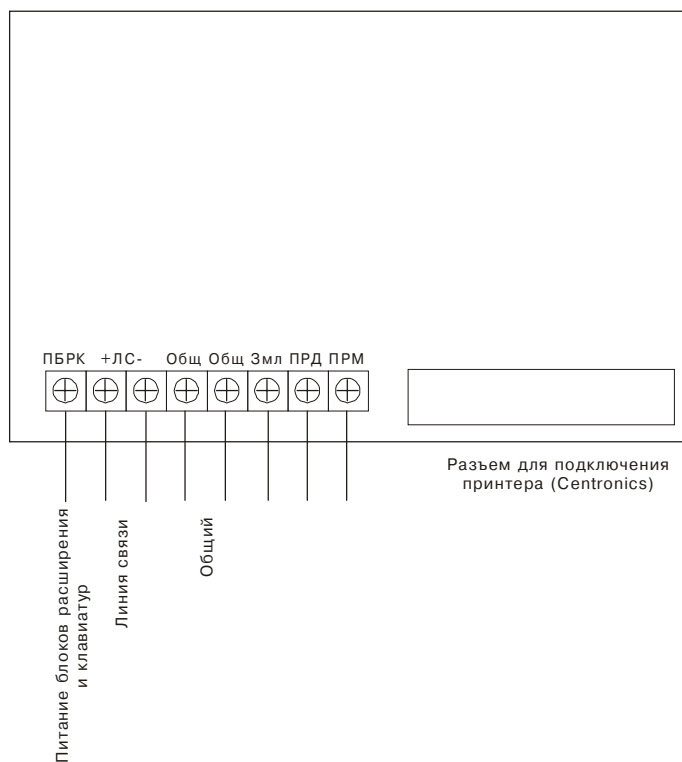

Рис.17
1.3.6.1. Схема подключений БВД приведена на рис.17.